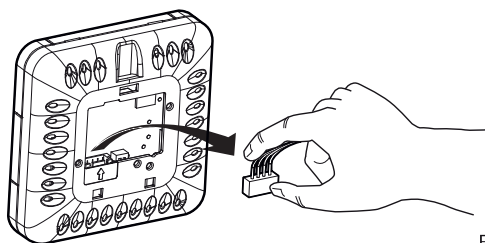

Fig. 2
2. scollegare il connettore a 4 poli dalla parte anteriore (fig.2);